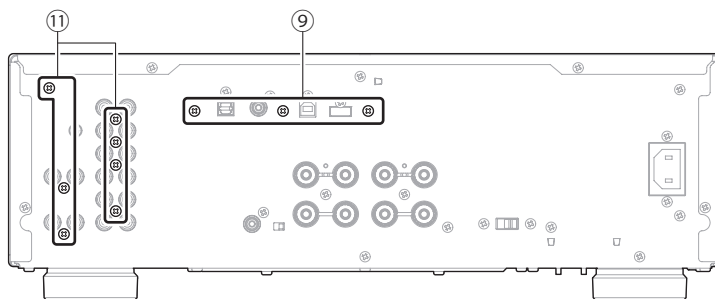

Fig. 3
- Remove 3 screws (⑨). (Fig. 3)
- Remove 7 screws (⑪). (Fig. 3)
- ⑨のネジ3本を外します。(Fig. 3)
- ⑪のネジ7本を外します。(Fig. 3)